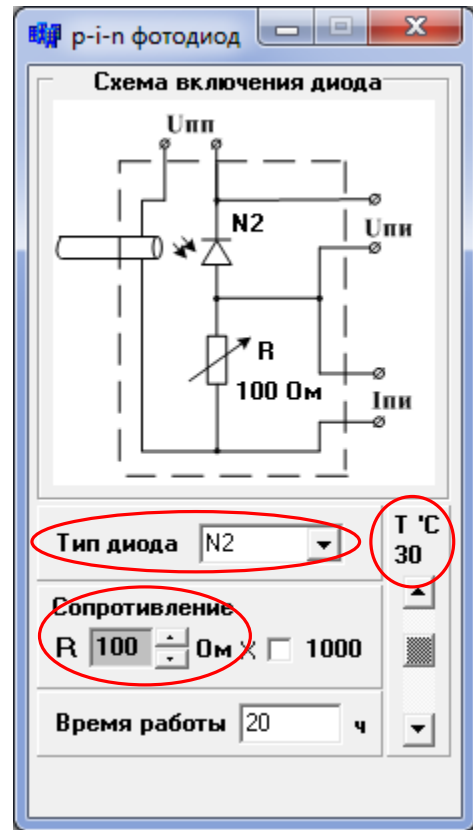

Рис. 7.10. Установка параметров ФД
2. В свойствах ФД установите заданный вариантом тип диода, сопротивление $R = 100 \text{ Ом}$ и температуру 30°C (рис. 7.10).
2. В свойствах ФД установите заданный вариантом тип диода, сопротивление $R = 100$ Ом и температуру -30°C (рис. 7.10).
2. В свойствах ФД установите заданный вариантом тип диода, сопротивление $R = 100$ Ом и температуру 30°C (рис. 7.10).